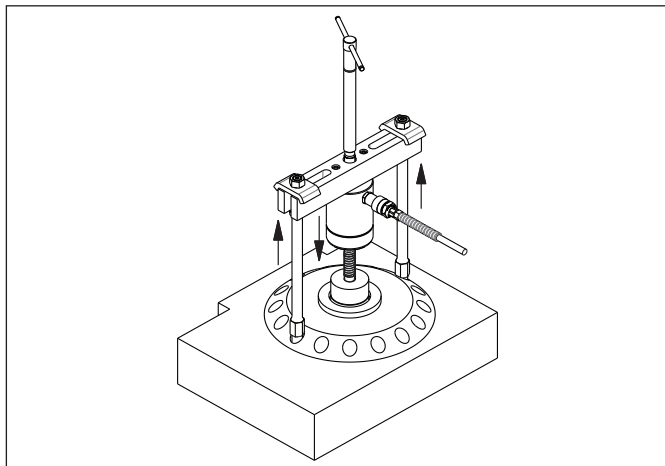

Figura 11, Conjunto saca polia (típico)
O conjunto saca polia pode ser utilizado independentemente, anexando as pernas diretamente à peça de trabalho a ser extraída (veja Figura 11). Neste caso, as pernas do extrator devem ser diretamente rosqueadas na peça de trabalho (consulte a Seção 11.7 para especificações de rosca). Alternativamente, o conjunto saca polia pode ser usado em conjunto com o Saca Rolamento (ver Seção 7.5) ou o Saca Capa de Rolamento (consulte a Seção 7.6).
- Instale o extrator no rolamento, polia ou outro item a ser removido. Alinhe as pernas do extrator. Veja Figura 11.